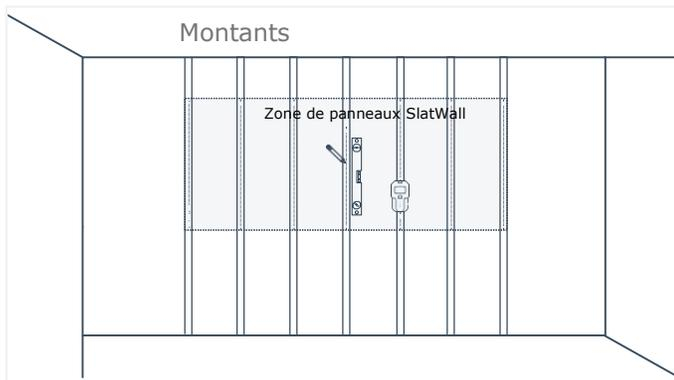
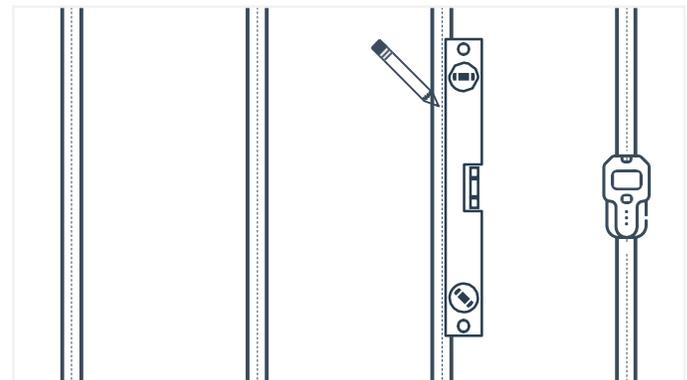

Fig. 17
Fig. 18
2. À l'intérieur de la zone d'installation des panneaux SlatWall, localisez et marquez chaque montant du mur au moyen d'un détecteur de montants (Fig. 17). Utilisez un niveau et un crayon pour marquer chaque montant du haut vers le bas de la zone d'installation en vous assurant que chaque ligne est d'aplomb (Fig. 18).